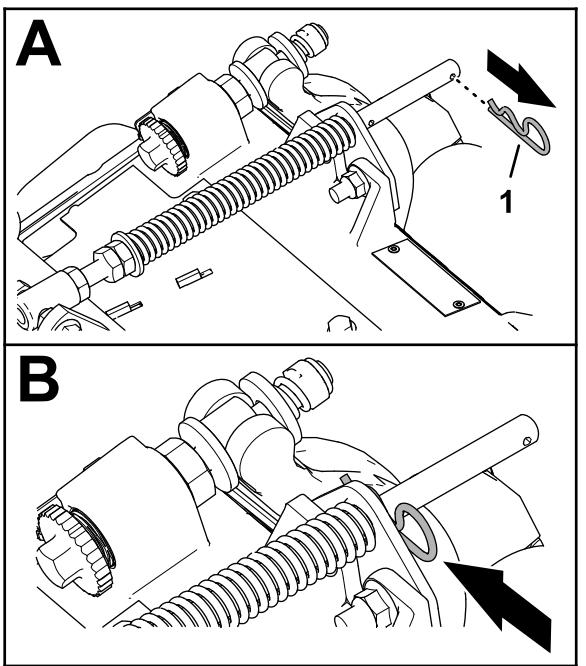

Figura 16
1. Si la chaveta está instalada en el orificio trasero de la varilla de compensación del muelle, retire la chaveta e intodúzcala en el orificio situado junto al soporte (Figura 16).